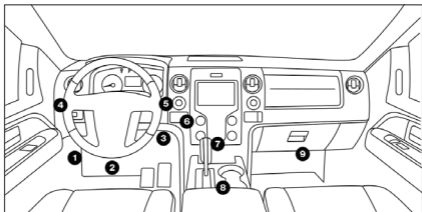

Figura 3.1.2
- La mayoría de los DLCs del vehículo están ubicados en una de las posiciones etiquetadas en la Figura 3.1.2. Algunos DLCs tienen una cubierta de plástico que debe quitarse antes de conectarlos y algunos están ocultos cerca del panel de fusibles. Si tienes problemas para ubicar el DLC, consulta el manual de servicio del vehículo o contáctanos con información específica del vehículo (por ejemplo, VIN).